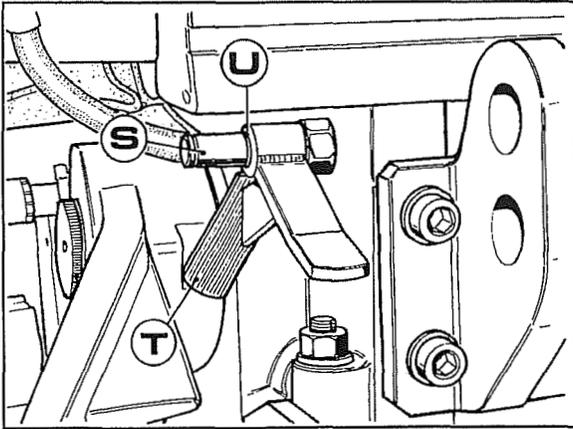

Fig. 35
2. Enroscar el perno **S** fig.35 en el orificio ya existente del cárter elevador.
3. Montar el varillaje **T** y fijarlo con seeger **U** fig.35.